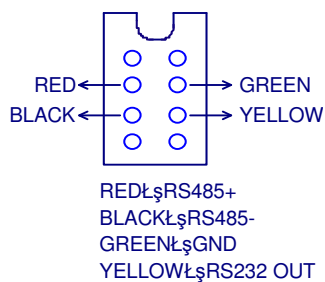

Figure 4
1. Oznaczenie przewodów w rozdzielaczu (Figure 4)